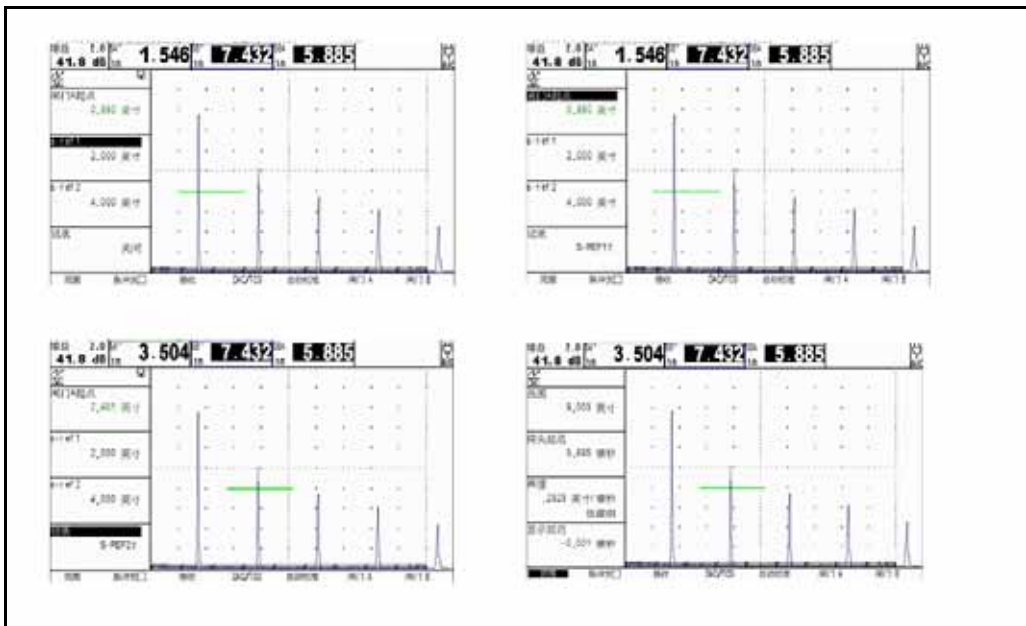

图 14：自动校准操作程序
注意：进行本节中的说明时，请参考第 56 页中的图 14。
4. 使用耦合剂，使探头与 **较薄的** 校准标准相耦合。A START（闸门 A 起点）功能高亮显示时，按功能切换按钮或移动操纵杆  来移动闸门 A 的起始点，直到闸门 A 位于与较薄标准的厚度相对应的回波之上（请参见第 56 页中的图 14）。粗调通过功能切换按钮进行，而微调通过操纵杆进行。
6. 使用耦合剂，使探头与**较厚的**校准标准相耦合。然后，使用操纵杆 () 选择 A START（闸门 A 起点）功能。按功能切换按钮或移动操纵杆 () 来移动闸门 A 的起始点，直到闸门 A 位于与较厚标准的厚度相对应的回波之上（请参见第 56 页中的图 14）。粗调通过功能切换按钮进行，而微调通过操纵杆进行。